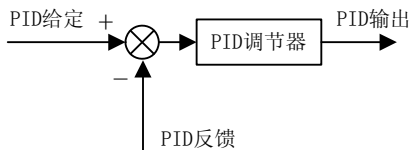
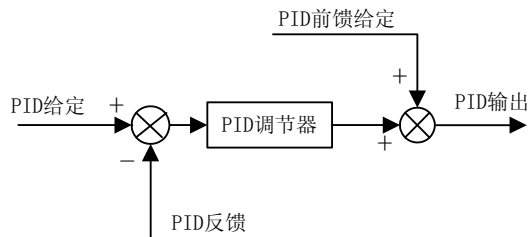

图 7-33 PID 调节器输出
图 7-34 PID 调节器输出+前馈给定
- ★ SINE303 系列变频器内部过程 PID 控制可选择带前馈输出的 PID 控制模式和不带前馈输出的 PID 控制模式。选择带前馈输出的 PID 控制模式时，PID 的前馈给定信号由 F7.09 功能代码参数设定选择。PID 输出模式如图 7-33，图 7-34 所示。